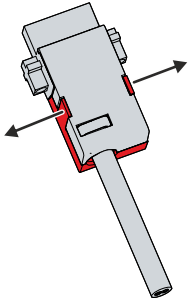

Abb. 17: Demontage Zugentlastungsgehäuse
1. Biegen Sie mit den Fingern die Rastnasen am Unterteil leicht nach außen (siehe Abb. 17).